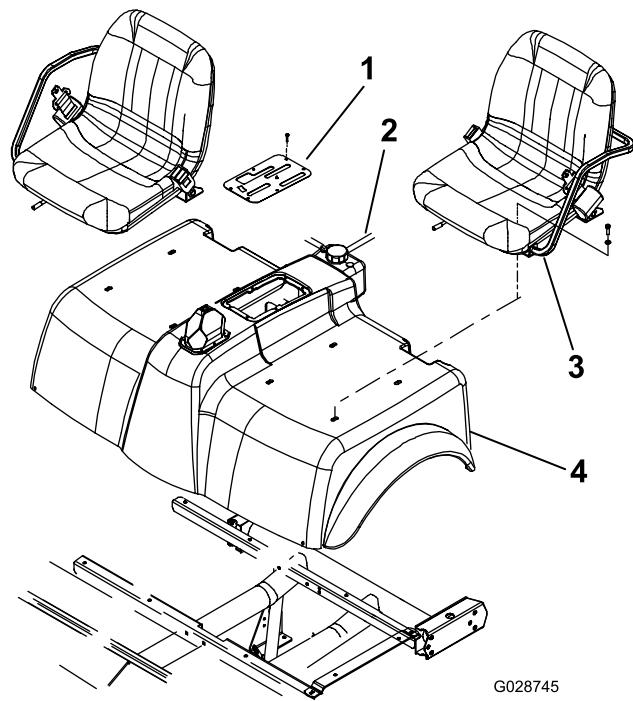

Рисунок 6
2. Выверните 6 винтов, которые крепят наружный край плоской крышки среднего пульта к раме, и снимите плоскую крышку (Рисунок 6).
3. Отсоедините шланг бака от радиатора и закройте шланг заглушкой или хомутом, чтобы предотвратить утечку охлаждающей жидкости (Рисунок 6).
4. Выверните 8 колпачковых винтов крепления сидений и кожуха к монтажным кронштейнам (Рисунок 6). Снимите сиденья и кожух.